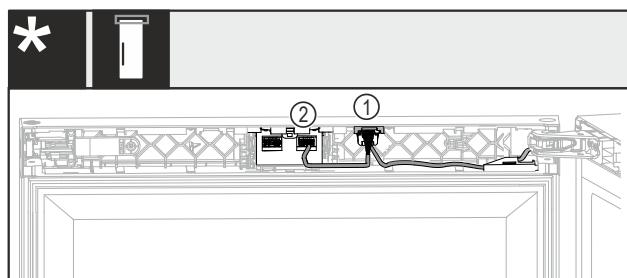

Fig. 45 Sin candado o con candado mecánico\*
- ▶ Introduzca el conector macho Fig. 45 (1) con ambos cables en la guía.\*
- ▶ Enganche el conector macho con un cable Fig. 45 (2) en la cavidad derecha.\*